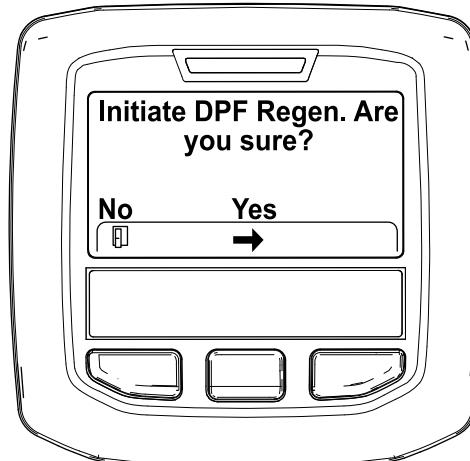

Bild 45
4. Wenn die Meldung „Initiate DPF Regen. Are you sure?“ angezeigt wird, drücken Sie die mittlere Taste (Bild 45).